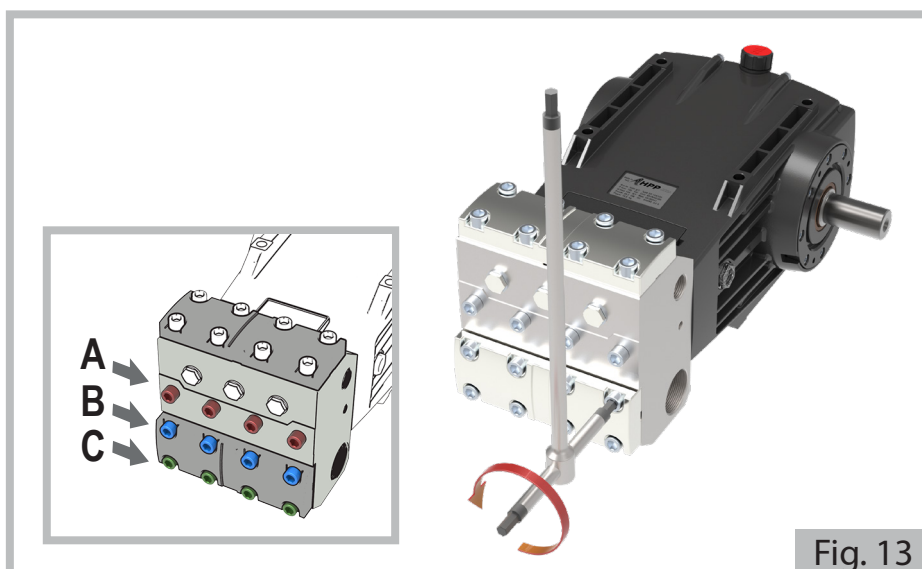

Fig. 13
- a) Mediante uma chave umbraco 12 mm, afrouxar de uma rotação os quatro parafusos **C** e desapertar completamente os oito parafusos **A** e **B** (vide pormenor na Fig. 13).